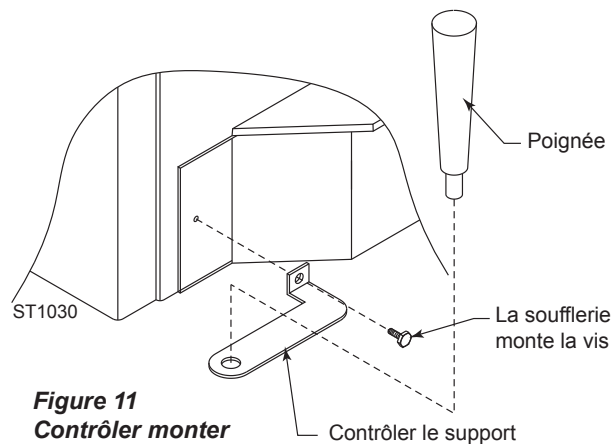

Figure 11
3. Insérer la vis par le contrôler le support et en bas à gauche de poêle. (Quand on face au devant d'unité.) (Fig. 11)